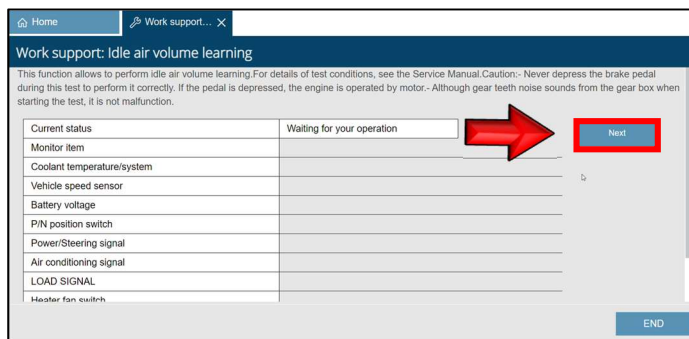

Figure 28
29. Select **Next**. (Figure 28)